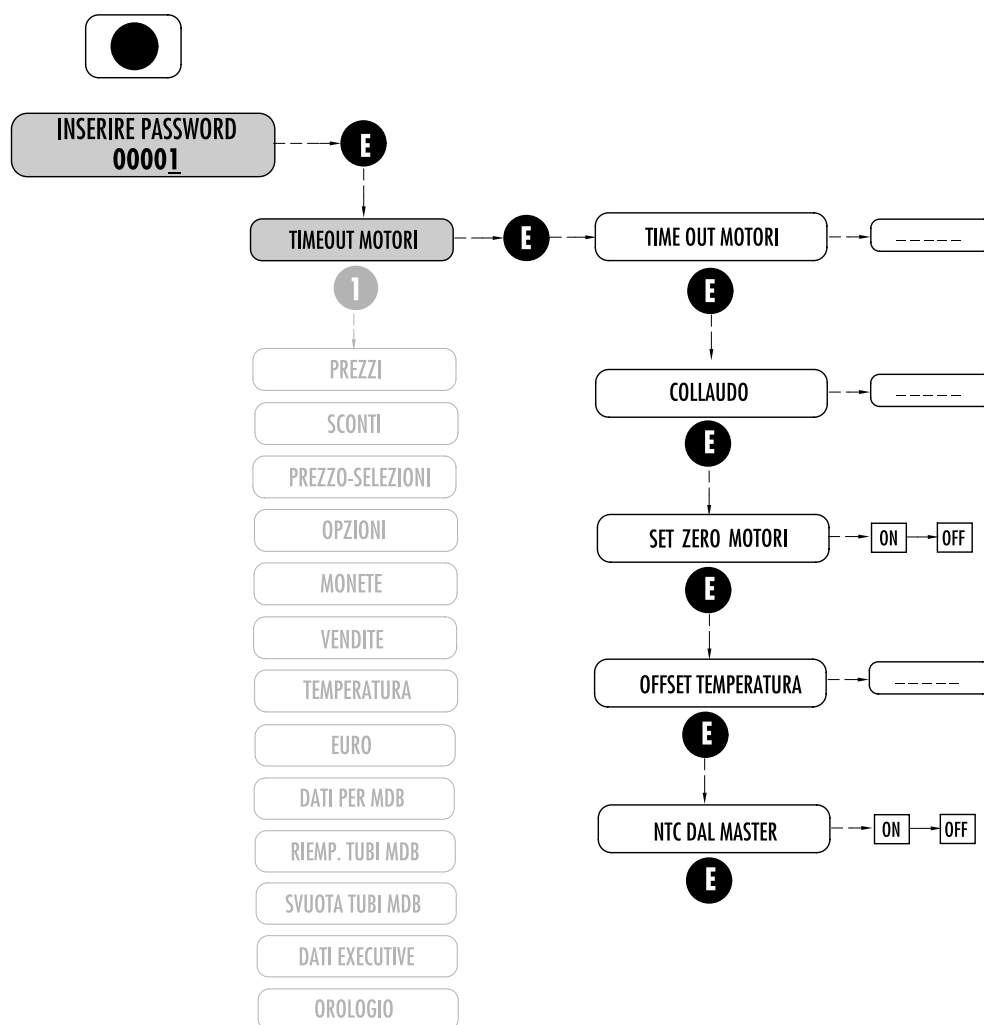

Fig. 7.5
7.2.1 TIMEOUT MOTORI (Fig. 7.5)